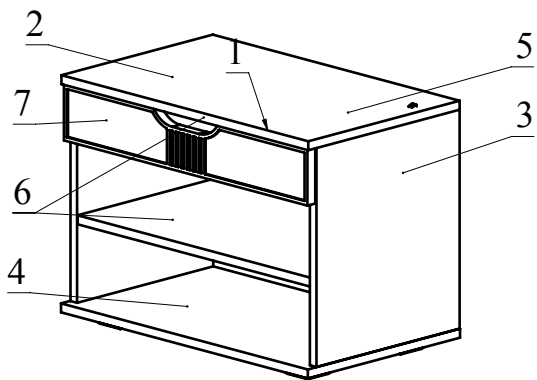

Рис.6
6. Установите деталь 1, закрепив при помощи евровинтов ответные планки петель на детали 5 (Рис. 6).